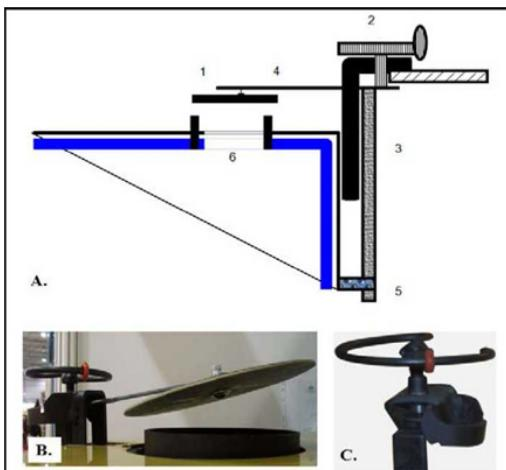

Рис.13
7.3. НАСТРОЙКИ РЕГУЛЯТОРА ТЯГИ (Рис.13)
С помощью поддерживающего винта установите клапан на расстоянии 3-5 см от воздухозаборного отверстия и только тогда растягивайте котел (Рис. 13 В). Цилиндр котла удлиняется и опускает клапан при нагреве металла и воды. Приоткройте клапан с помощью винта определения температуры (2), когда показания термометра будут менее 80° С. При показаниях более 80° С – прикройте, пока они не достигнут 80° С. Позже, если температура низкая, винт определения крутите таким образом, чтобы воздушный клапан поднялся, а если температура слишком высокая, то опускайте воздушный клапан вниз, поворачивая винт в противоположную сторону. Отрегулируйте и маркировочное кольцо, чтобы вы знали положение воздушного клапана (Рис. 13, С). Например: очищая золу, полезно закрыть воздушный клапан. Напоминаем, что рабочая температура котла должна быть 70 - 90° С.